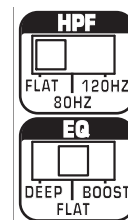

Рисунок 1
2. Установите переключатели HPF и EQ в положение Flat (ровная характеристика) (Рисунок 1).